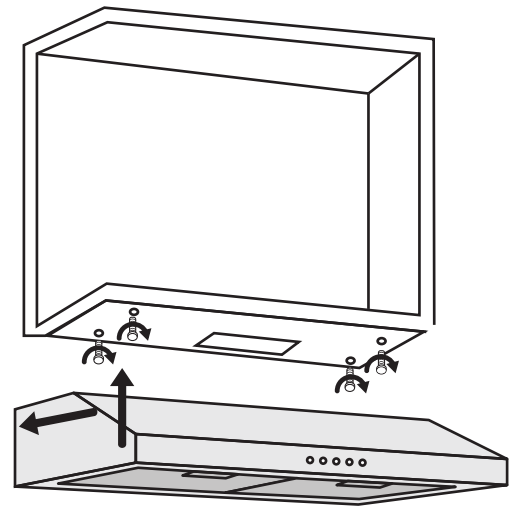

Figure 10
- En utilisant les mesures fournies à la page 7, mesurez et percez 4 trous dans le fond de l'armoire. (Voir Figure 10)
- Alignez la hotte aux trous dans le bas de l'armoire et vissez. (Voir Figure 10)